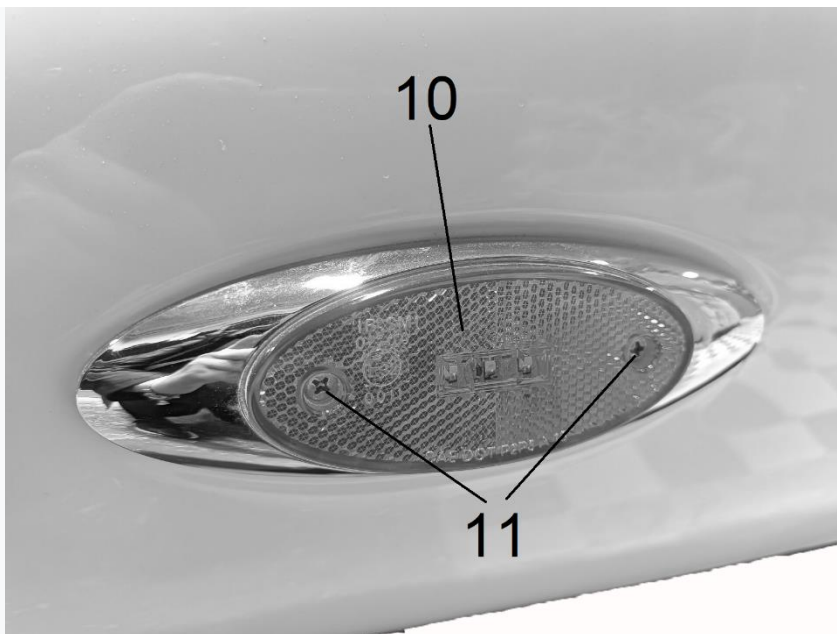

Рис. 6.8 – Задній боковий габарит
- відкрутити два саморізи(11) (рис. 6.8);
- встановити новий габарит(10) та зібрати у зворотному порядку.